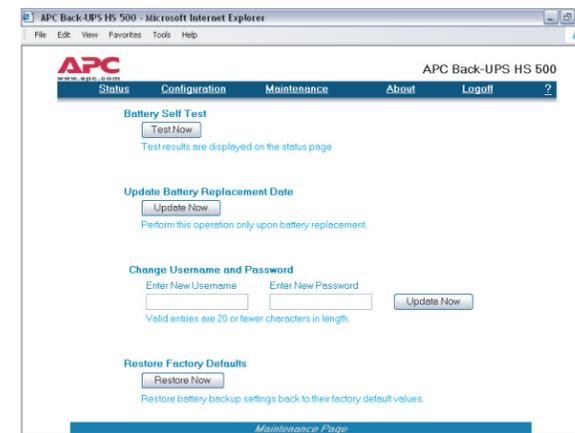

Рисунок 15. Окно страницы технической поддержки
14. Используя **Окно технической поддержки (Maintenance Screen)** (Рис. 15), можно осуществить самопроверку аккумулятора, получить обновленные данные о сроках его замены, а также сменить имя пользователя и пароль (как указано выше). После этого можно нажать либо кнопку **Update Now (Обновить)**, либо **Restore Factory Defaults (Восстановить настройки по умолчанию)**. Примечание: Для осуществления любого из описанных действий необходима предварительная регистрация на сайте.